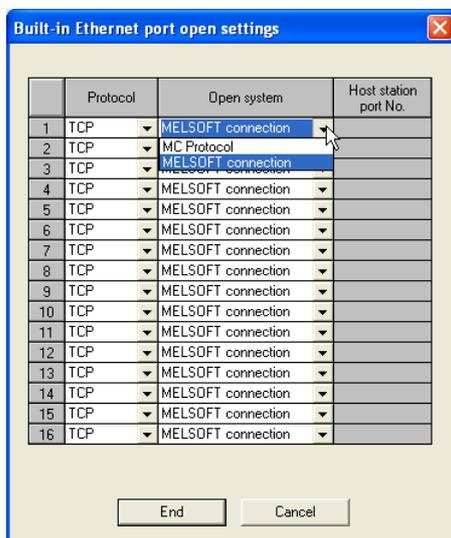

图 3.4 内置以太网端口打开设置画面
- 2) 对进行 GX Developer 连接（MELSOFT 连接）的连接进行设置。（参阅图 3.4）